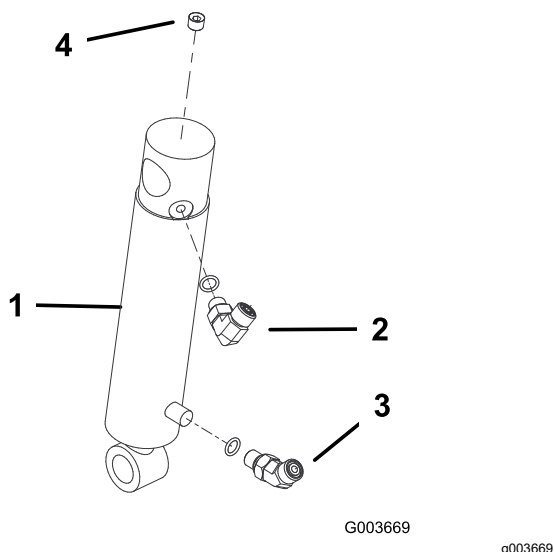

Figure 18
- Vissez un raccord à 90° dans l'orifice supérieur du vérin hydraulique. Positionnez le raccord comme montré à la Figure 18.
- Vissez un raccord à 45° dans l'orifice inférieur du vérin hydraulique. Positionnez le raccord comme montré à la Figure 18.